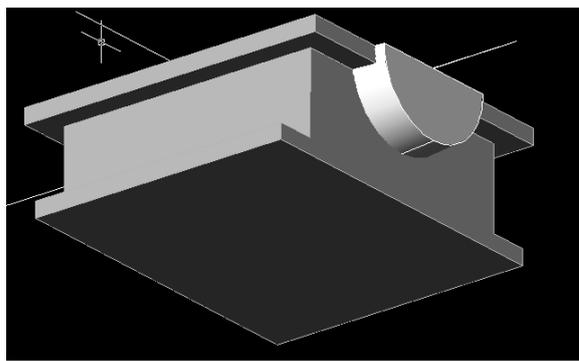

Рисунок 5.11
– построить подшипниковые узлы (рисунок 5.11):